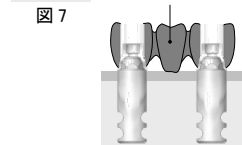
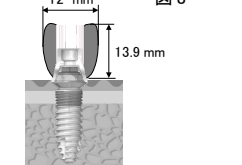
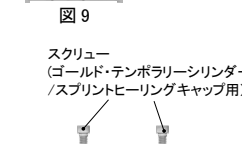

図7
図8
図9
- (1) ゴールドシリンダーを模型上のアナログに固定する(図7)。
- (2) 模型上で対合関係、補綴物のデザインを考慮し、必要に応じてスリーブ部分を削合・調整する。
- (3) ゴールドシリンダー上にワックスアップを行い、鑄造作業にて最終補綴物を作製する(図8)。鑄造する合金は、歯科鑄造用金合金(JIS T 6116 タイプ3又は4相当品)、歯科鑄造用低カラット金合金(JIS T 6122 タイプ3又は4相当品)、歯科鑄造用14カラット金合金(JIS T 6113 第2種相当品)又は歯科鑄造用金銀パラジウム合金(JIS T 6106 第2種相当品)を用いる(但し、伸びが5%以上の合金を用いること)。単冠で用いる場合の鑄造体は、最大高さ 13.9mm 、最大直径 12mm の範囲のものとする(図9)。また鑄造体の肉厚は、 0.5mm 以上確保すること。